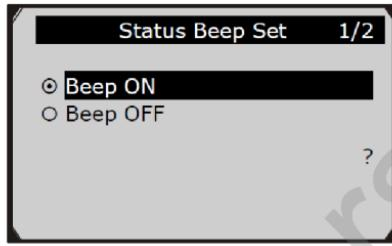

Рис. 3.8
- 2) В меню **Status Beep Set** с помощью кнопок прокрутки **UP/DOWN** выбрать **Beep ON** или **Beep OFF**, чтобы включить/выключить звуковой сигнал (рис. 3.8).